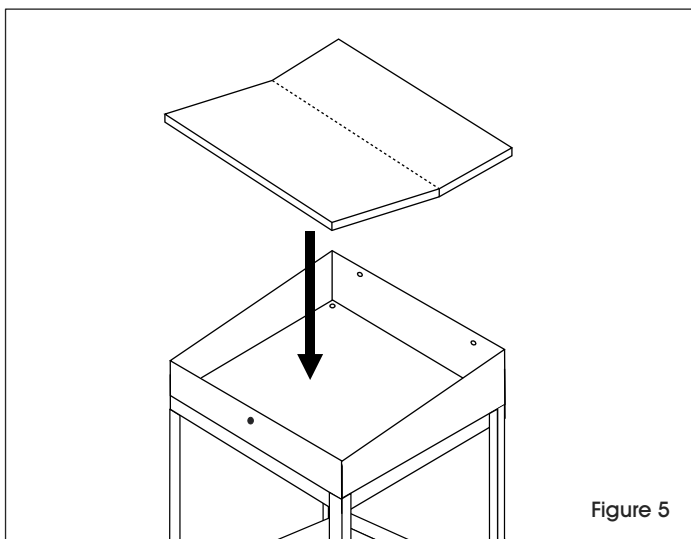

Figure 5
2. Déposez le panneau supérieur sur le dessus du bureau. (Voir Figure 5)